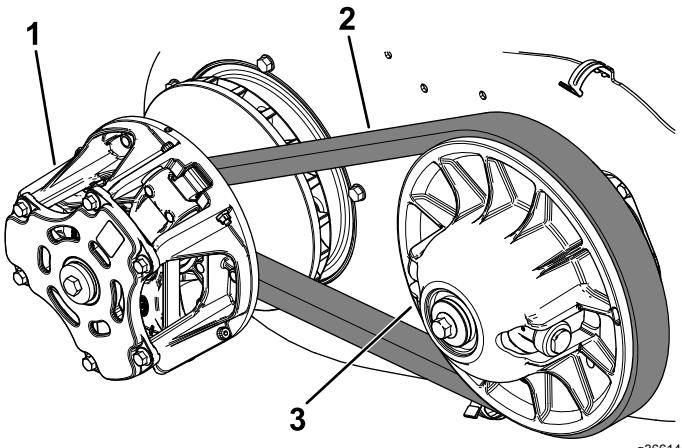
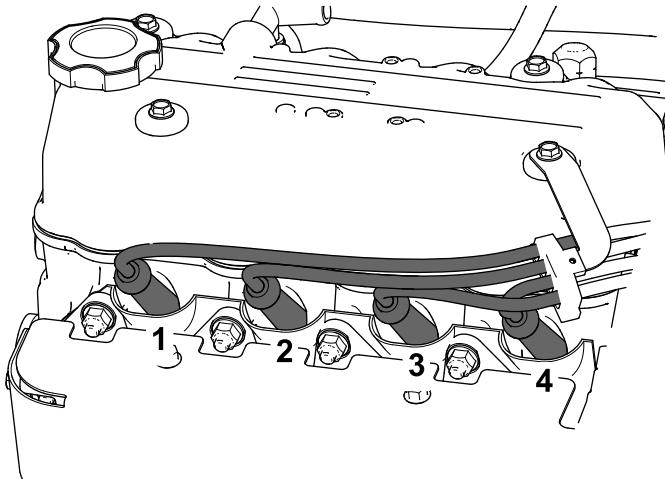

Figura 107
Figura 108
4. Haga rotar el embrague primario (Figura 107) hasta que la válvula de escape del cilindro 1 (Figura 108) esté totalmente abierta.
1. Haga rotar el embrague primario (Figura 107) hasta que la válvula de admisión del cilindro 1 (Figura 108) esté totalmente abierta.